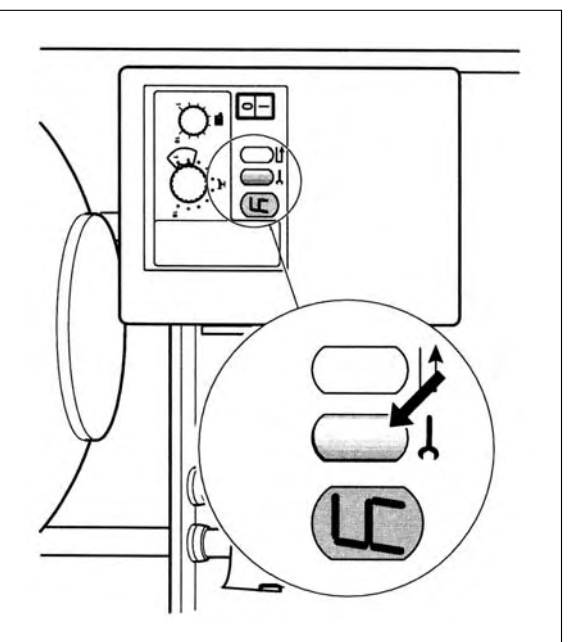

Fig. 31
- premere il tasto di servizio "service" (2) e tenerlo premuto per circa 10 secondi, fino a quando sul display comparirà la lettera "Y". (Fig. 31)
- A caldaia in funzione premere il tasto “service” (Fig. 31) e tenerlo premuto fino a quando comparirà sul display la lettera “Y”.
- Premere il tasto “service” (Fig. 31) e tenerlo premuto fino a quando comparirà nel display la lettera “Y”.